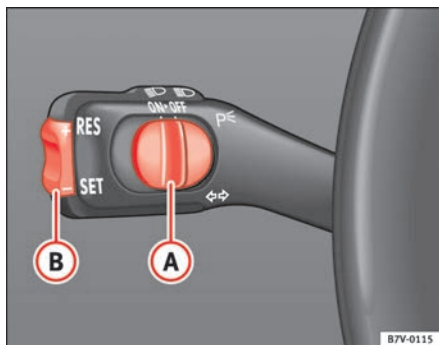
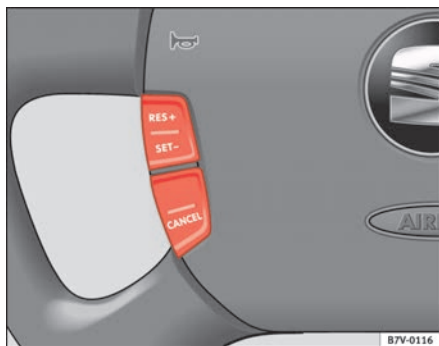

Abb. 133 Blinker- und Fernlichthebel: Schalter (A) und Wippe (B) zum Regulieren der Geschwindigkeit
Abb. 134 Multifunktionslenkrad: Bedienelemente für GRA
- Schieben Sie den Schalter  $\Rightarrow$  Abb. 133 (A) nach links auf **ON**. Bei eingeschalteter Geschwindigkeitsregelanlage leuchtet im Kombiinstrument das Symbol  auf.
- Schieben Sie den Schalter  $\Rightarrow$  Abb. 133 (A) nach rechts auf **OFF**, oder drücken Sie einmal die Taste  $\Rightarrow$  Abb. 134 (CANCEL).
- Drücken Sie den unteren Teil der Wippe **SET**  $\Rightarrow$  Abb. 133 (B) oder die Taste  $\Rightarrow$  Abb. 134 (SET-) einmal kurz, wenn die zu speichernde Geschwindigkeit erreicht worden ist. Die anliegende Geschwindigkeit wird gespeichert und konstant gehalten.
- Drücken Sie den oberen Teil der Wippe **RES+**  $\Rightarrow$  Abb. 133 (B) oder die Taste  $\Rightarrow$  Abb. 134 (RES+) so lange, bis die gewünschte Geschwindigkeit erreicht ist.
- Drücken Sie den unteren Teil der Wippe **SET-**  $\Rightarrow$  Abb. 133 (B) oder die Taste  $\Rightarrow$  Abb. 134 (SET-) so lange, bis die gewünschte Geschwindigkeit erreicht ist. Die Geschwindigkeit wird durch Gaswegnahme verringert, es wird nicht aktiv gebremst.
- Schieben Sie den Schalter ⇒ Seite 181, Abb. 133 **A** auf „OFF“ oder
Zur Wiederaufnahme der Regelung, lassen Sie das Brems- oder Kupplungspedal los, schieben Sie den Schalter **A** auf ON oder drücken Sie den oberen Teil der Wippe ⇒ Seite 181, Abb. 133 **RES+** oder die Taste ⇒ Seite 181, Abb. 134 einmal.